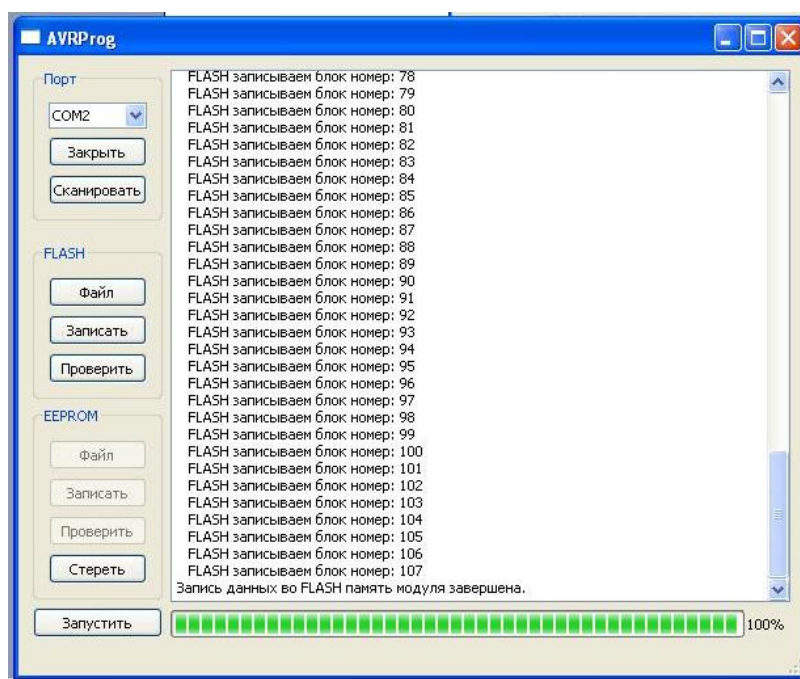

Рис.6
- Нажмите кнопку “Записать”. Программа будет отображать процесс программирования, как показано на рис.6.